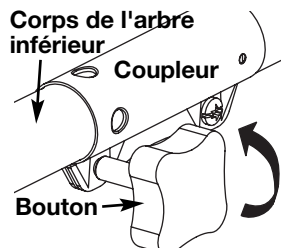

Fig. 2
2. Dévissez le bouton vers la gauche (Fig. 2).